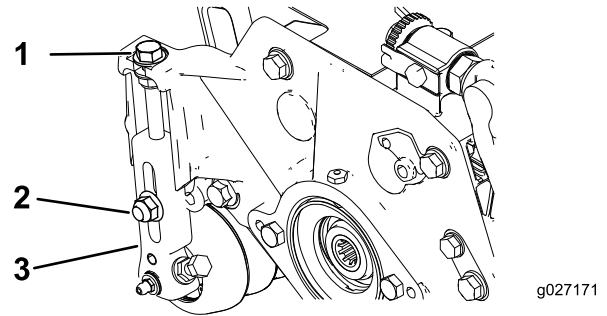

图 14
1. 松开将剪草高度支架固定到滚刀组侧板上的锁紧螺母 图 14。